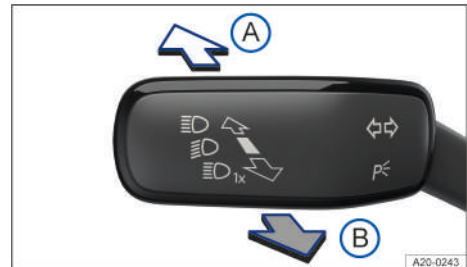

Fig. 115 En el lado izquierdo de la columna de dirección: palanca de los intermitentes y de la luz de carretera.
3. Partiendo de la posición central, presione la palanca de los intermitentes y de la luz de carretera hacia delante → fig. 115.
1. Partiendo de la posición central, tire de la palanca de los intermitentes y de la luz de carretera hacia atrás → fig. 115.
1. Partiendo de la posición central, tire de la palanca de los intermitentes y de la luz de carretera hacia atrás y manténgala en esa posición → fig. 115.